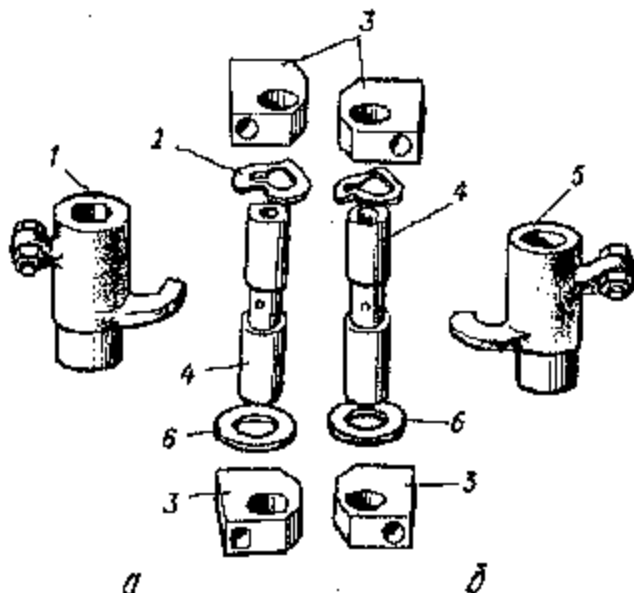

Рис. 2.36. Коромысла двигателя М67-36 в сборе: а - правое; б - левое
- ✓ в кронштейн 3 (рис. 2.36) запрессовать конец оси 4 коромысла, которое не имеет отверстия для смазки;